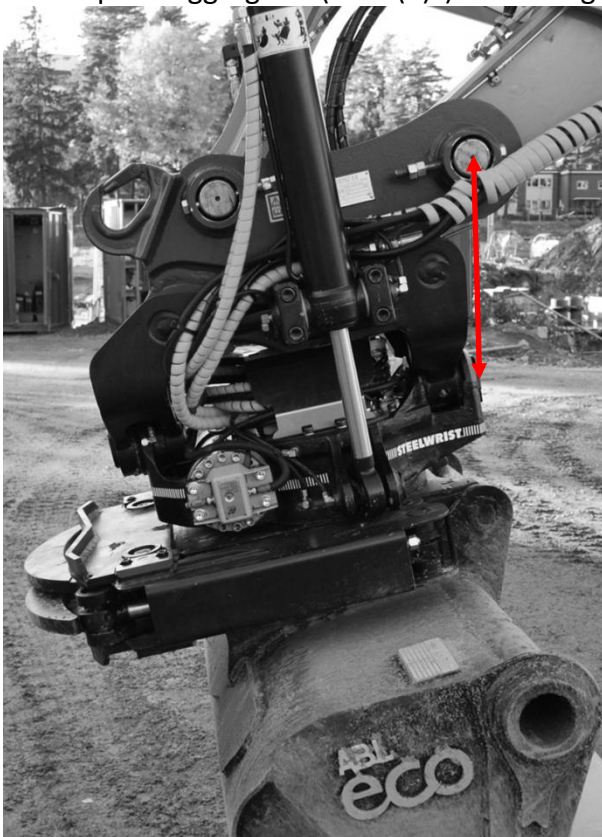

Bild 12. Mått på tiltaggregat
Måttet på tiltaggregatet ("Len (3)") mäts enligt bild 12 nedan.